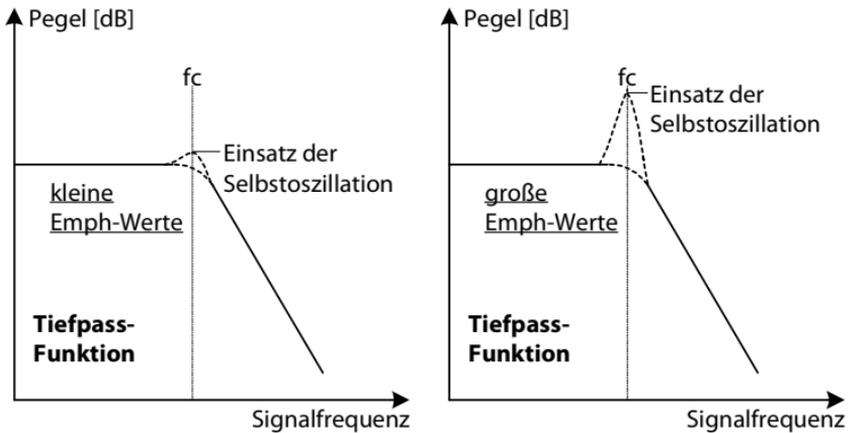

Abb. 6
0.05 - 0.1) bis überdeutlich stark ( $Emph = 0.5 - 1$ ) eingestellt werden. Die Stärke der Oszillation verändert sich entsprechend dieser Betonung gleichermaßen mit. Das Filter wird also bei kleinen *Emph*-Werten auch entsprechend „leise“ schwingen und bei großen *Emph*-Werten entsprechend „laut“. Abb. 6 soll diesen Sachverhalt etwas veranschaulichen.